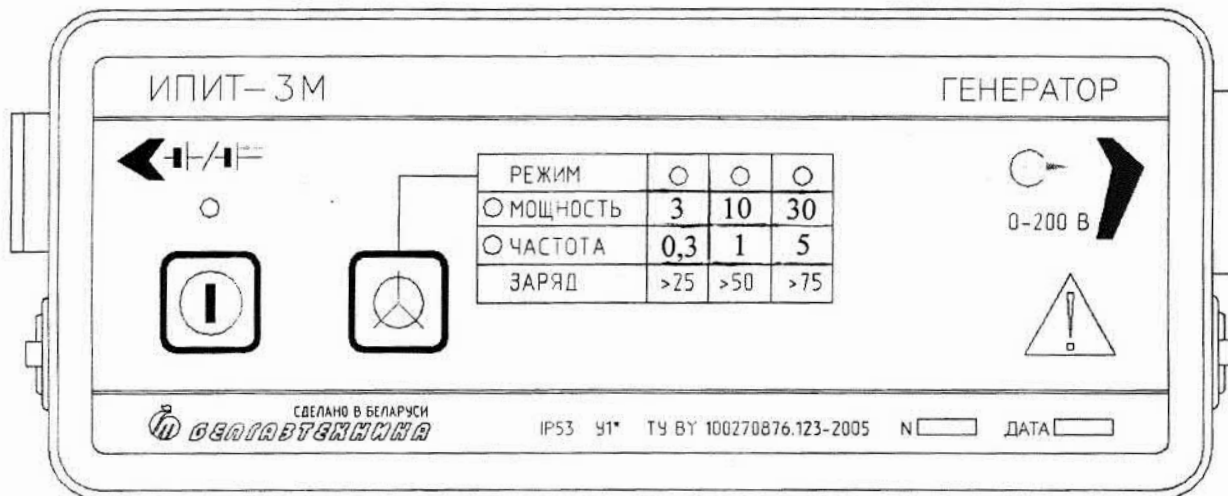

Рисунок 3.4
3.2.1 Генератор представляет собой металлический корпус со степенью защиты оболочки IP53, согласно ГОСТ 14254-96. На передней панели генератора размещены кнопка **I** и светодиод включения генератора, кнопка установки параметра  $\odot$ , светодиод МОЩНОСТЬ, светодиод ЧАСТОТА и три светодиода, показывающие значение параметра (рисунок 3.4).